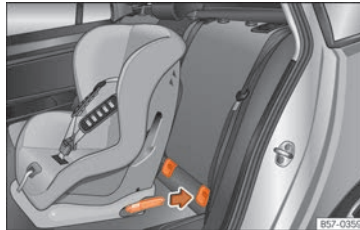

Abb. 24 Rück Sitz: Einbau des Kindersitzes mit dem ISOFIX-System.
- Stecken Sie den Kindersitz auf die „ISO-FIX/iSize“-Halteösen, bis der Kindersitz hörbar einrastet »» **Abb. 24**. Wenn der Kindersitz über eine Top Tether* Befestigung verfügt, befestigen Sie ihn an der entsprechenden